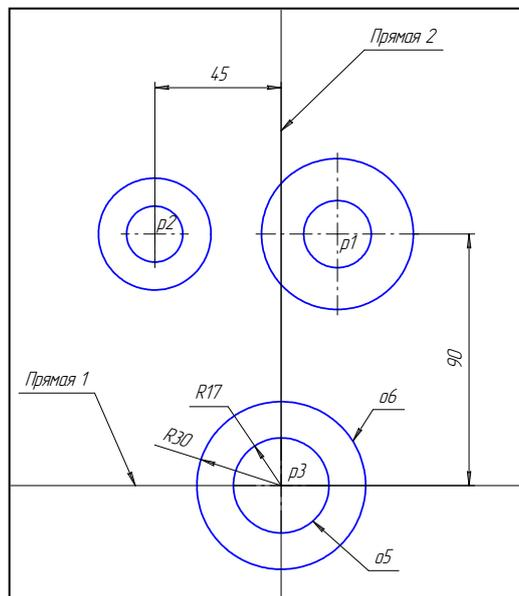

Рис. 68
6. С помощью команды **Параллельная прямая** постройте вспомогательную прямую 1, параллельную горизонтальной оси симметрии окружности  $o_1$  на расстоянии 90 мм вниз, рис. 68.
7. Постройте прямую 2, параллельную вертикальной оси симметрии окружности  $o_3$ , на расстоянии 45 мм справа от нее, рис. 68.
8. Постройте окружность  $o_5$  с осевыми линиями и радиусом 17 мм. Положение центральной точки укажите в точке  $p_3$  пересечения построенных вспомогательных прямых с помощью привязки **Пересечение**, рис. 68.